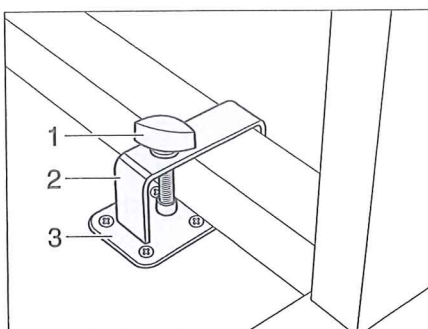
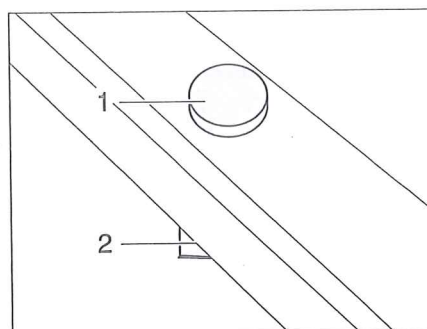

Bild 52 Spärr svängbord med metallstativ
Bild 53 Spärr svängbord med plaststativ
- Ställ svängbordet bredvid hållaren (Bild 52,3) eller på hållaren (Bild 53,2).
- Lägg bygeln (Bild 52,2) med fästskruven (Bild 52,1) över bordsbenet.
- Förskjut bygeln och vid behov även svängbordet så att fästskruven (Bild 52,1 resp. Bild 53,1) kan skruvas in i hållaren (Bild 52,3 resp. Bild 53,2).